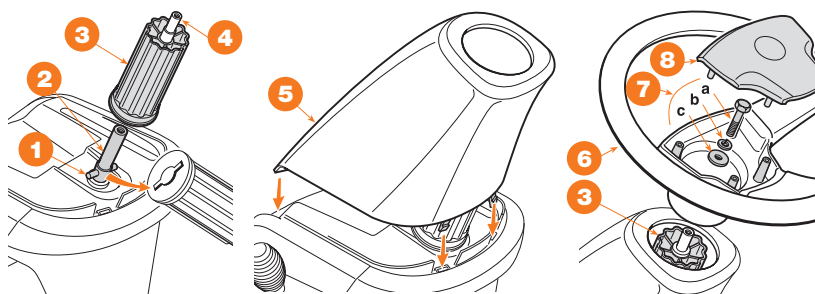

Рис. 5
- Установить втулку **3** на рулевую колонку **2**, стараясь, чтобы штифт **1** был правильно вставлен в гнездо втулки (Рис. 5).